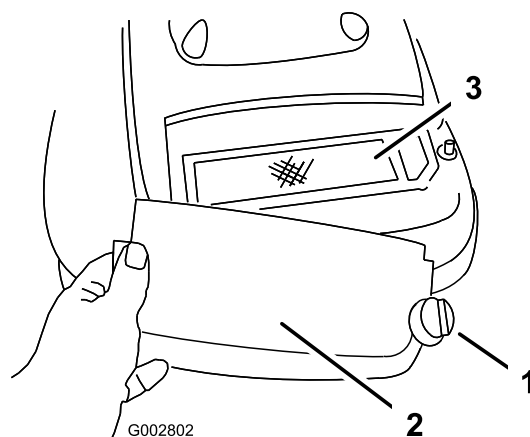

Figura 23
3. Togliete la vite di fissaggio dal coperchio del filtro dell'aria (Figura 23).
4. Togliete il coperchio e pulitelo accuratamente (Figura 23).